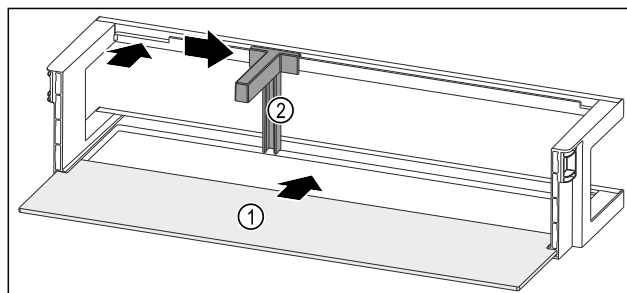

Fig. 150 Balconnet de contre-porte avec tablette de rangement
- Insérer la tablette de rangement Fig. 150 (1) dans les évidements latéraux.
- Insérer le range-bouteilles Fig. 150 (2) dans l'évidement.
- Pousser le range-bouteilles Fig. 150 (2) sur le côté en position souhaitée.